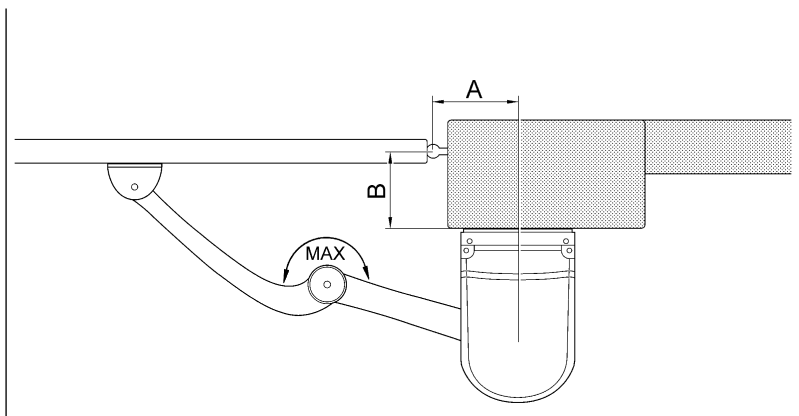

Fig. 5
2.3) Fixation (Fig. 5)
Fixer la patte de fixation du battant au portail, au point le plus éloigné possible de la colonne en allongeant au maximum les bras (**Fig. 5**). La patte est fixée au portail au moyen d'une soudure ou en utilisant des vis adaptées au matériau du battant.